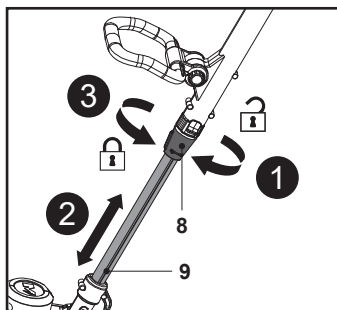

Fig. 7
1. Slăbește manșonul de blocare (8) în sens orar (fig. 7, pasul 1).
2. Trage afară tija inferioară (9) sau apăs-o pentru a adapta lungimea (fig. 7, pasul 2).
3. Strânge manșonul de blocare (8) în sens antiorar (fig. 7, pasul 3).